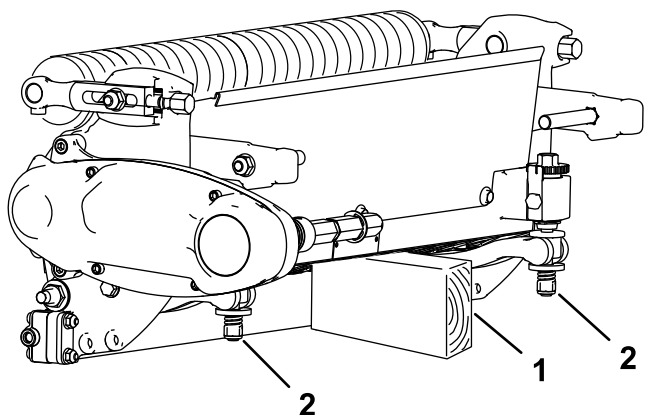

Figura 4
- Con l'apparato di taglio rimosso dalla macchina, supportate la parte posteriore dell'apparato di taglio per evitare che i dadi sul retro delle viti di regolazione della barra di appoggio tocchino il piano di lavoro (**Figura 4**).